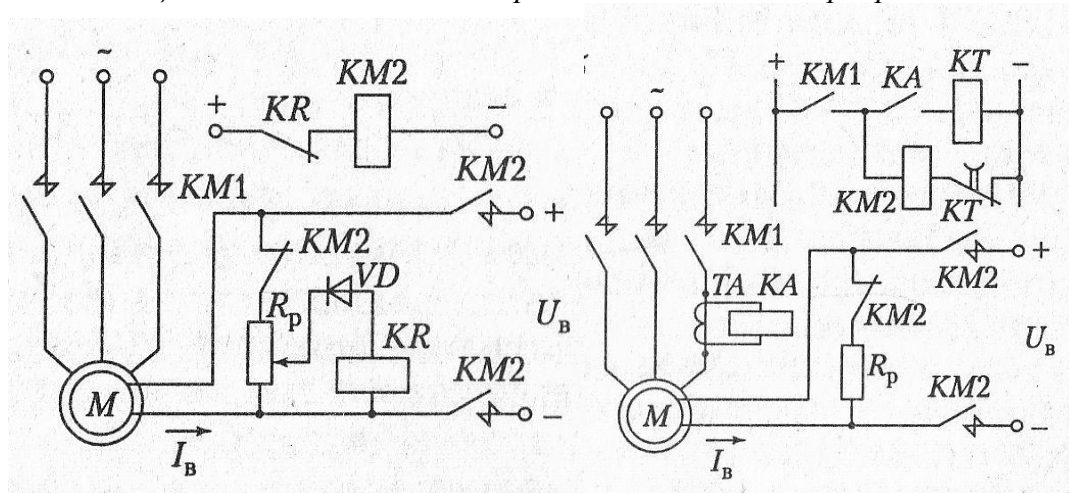

Рис.1
1. Указать элементы электрической принципиальной схемы (рис. 1), объяснить процесс пуска электродвигателя; возможности регулирования частоты вращения; способы электрического торможения, примененные в схеме; виды защит и способы реализации данных защит в схеме; особенности работы данного электропривода.